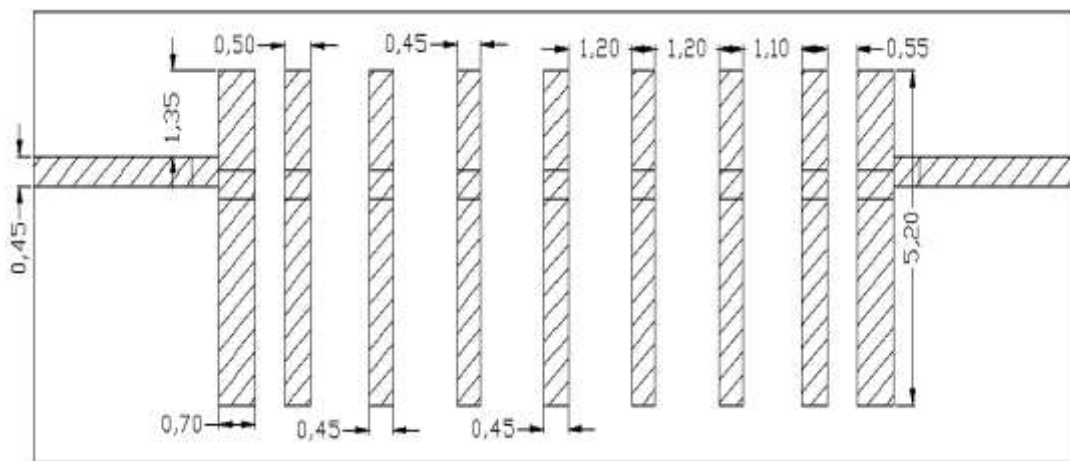

Рис. 2
2. С использованием САПР Microwave Office произвести моделирование микрополоскового ППФ с полуволновыми электромагнитными связями в диапазоне частот от 8 до 12 ГГц. Построить на одном графике частотные зависимости S_{21} и КСВн. Определить полосу пропускания фильтра. Внешний вид топологии фильтра приведен на рис. 2.